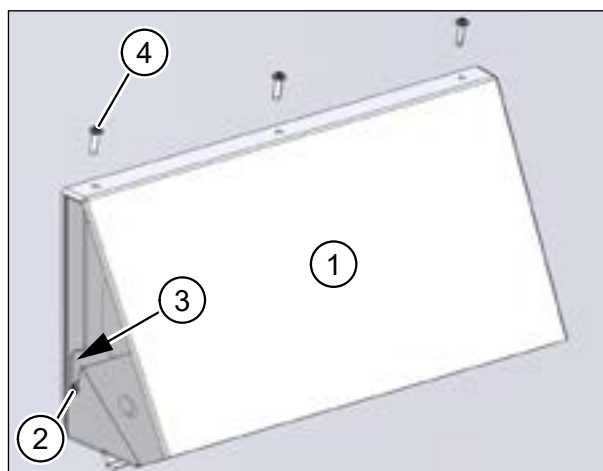

Рис. 11: Крышка воздухозаборника смонтирована
- ▶ Насадите (поз. 1 на рис. 11) крышку на опорную панель таким образом, чтобы выступы крышки (поз. 2 на рис. 11) скользили по направляющим опорной панели (поз. 3 на рис. 11).
- ▶ Закрепите крышку тремя винтами 3,5 x 16 (поз. 4 на рис. 11).